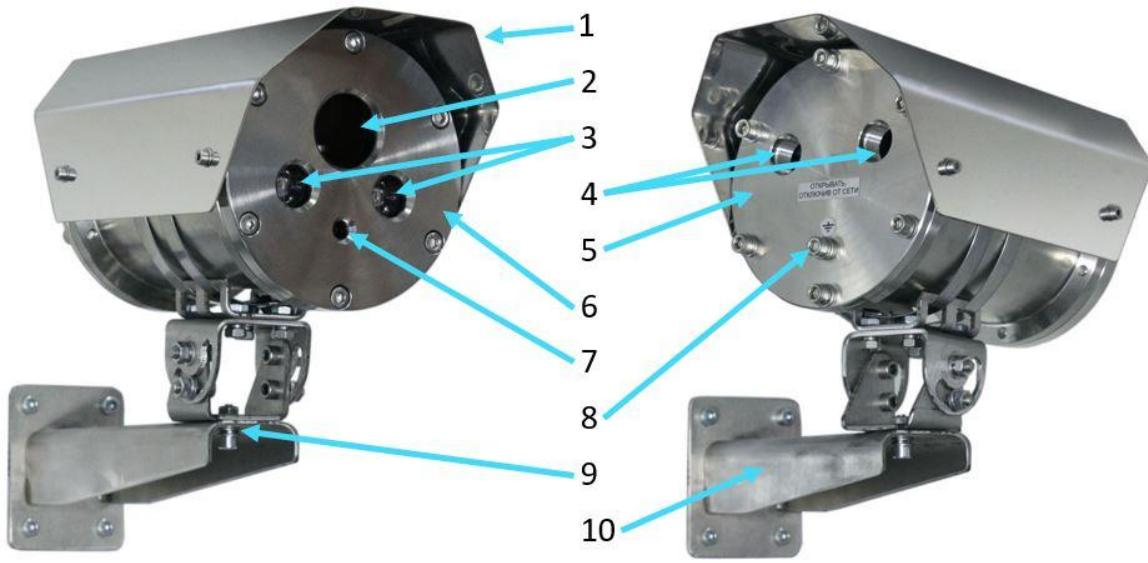

Рисунок 2 – Внешний вид видеокамеры
- Открутить винт (9) и отсоединить от видеокамеры крепежно-юстировочное устройство (10), рис. 2;
- Закрепить крепежно-юстировочное устройство (10) на установленное проектом место;
• Открутить фиксирующие винты и отделить заднюю крышку (5) от корпуса видеокамеры. Отделять заднюю крышку осторожно, чтобы не повредить провода от видеомодуля и ИК-подсветки.
• Через кабельные вводы (4) завести внешние питающий и сигнальный кабели, подключить их к плате коммутации видеокамеры согласно схеме подключения, рис 3;
• Установить видеокамеру на крепежно-юстировочное устройство (10), включить монитор, нацелить камеру на контролируемую зону и зафиксировать винтом (9), рис. 2;